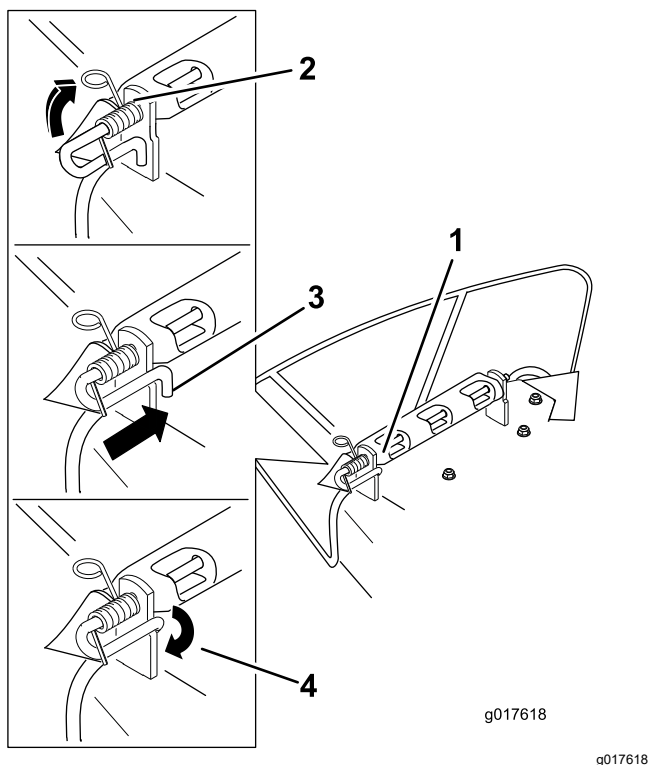

Figura 80
4. Posizionate il nuovo gruppo deflettore di scarico con le estremità delle staffe collocate tra le staffe saldate al piatto come illustrato nella Figura 80.
6. Posizionate la molla sull'asta, come illustrato nella Figura 80, in modo che l'estremità più corta della molla provenga da sotto l'asta prima della curva e vada sopra l'asta mentre ritorna dalla curva.
7. Sollevate l'estremità lunga della molla e inseritela nella tacca presente sulla staffa del deflettore (Figura 80).
8. Fissate il gruppo costituito dall'asta e dalla molla ruotandolo in modo tale da collocare l'estremità corta dell'asta dietro la staffa anteriore saldata al piatto di taglio (Figura 80).